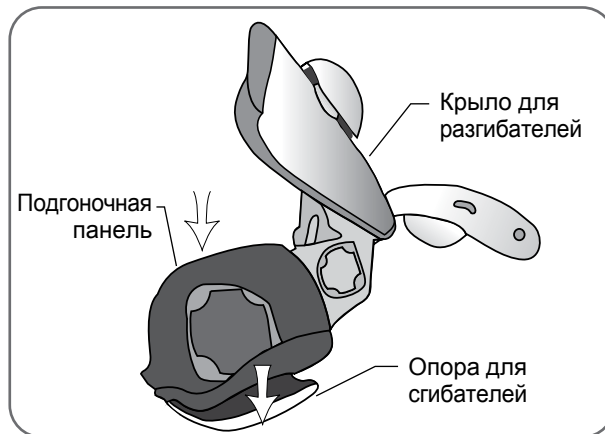

Рисунок 5-9. Повторная установка подгоночной панели для сгибателей
1. Откинув крыло ортеза, совместите подгоночную панель для сгибателей с опорой для сгибателей на ортезе. См. рисунок 5-9.